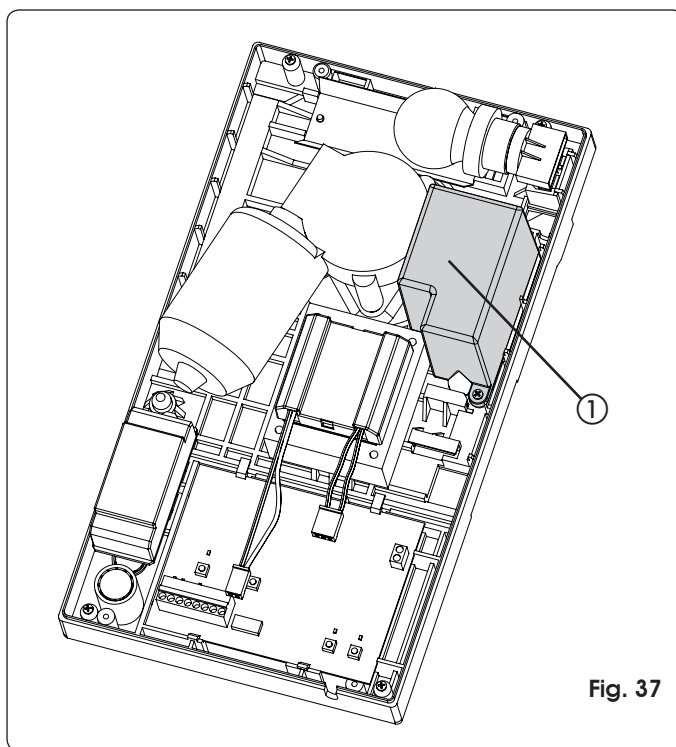

Fig. 37
Il kit batterie tampone permette di azionare l'automazione anche in assenza di alimentazione di rete. L'alloggiamento delle batterie è previsto all'interno dell'operatore (Fig. 37 rif. ①) tramite una vite fornita a corredo.